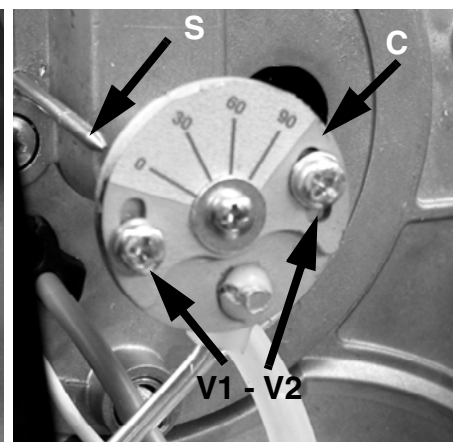

Fig. 9c
- 3 Вывести горелку в режим малого пламени. Для изменения расхода газа, расслабить винты V1 и V2 (Fig. 9c) и отрегулировать угол раскрытия дроссельного клапана, вращая пластинку C (при вращении по часовой стрелке - расход газа уменьшается, а при вращении против часовой стрелки - увеличивается). Стержень S указывает угол раскрытия.